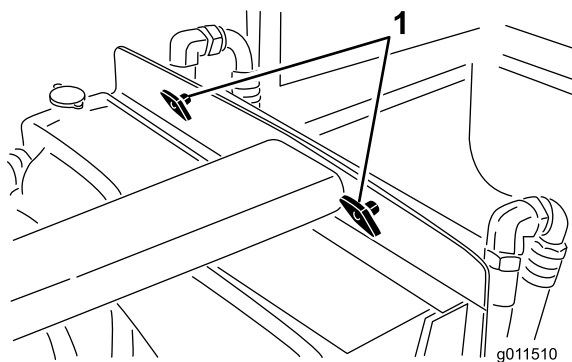

Figure 67
2. Enlevez les boutons (Figure 67) qui fixent le refroidisseur d'huile au châssis.